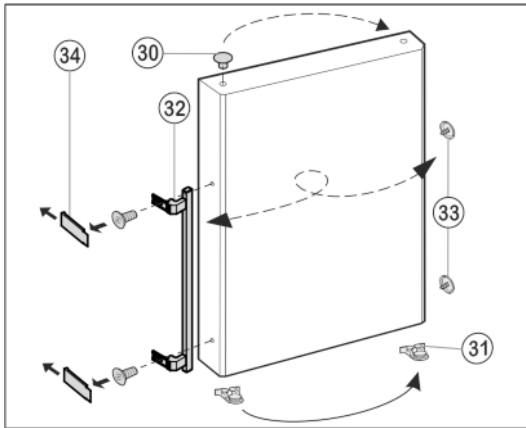

Fig. 11
- ▶ Извадете тапата *Fig. 11 (30)* от лагерната втулка на вратата и я преместете.
- ▶ Демонтирайте дръжката на вратата *Fig. 11 (32)*, тапите *Fig. 11 (33)* и притискателните плочи* *Fig. 11 (34)* и ги монтирайте на другата страна.